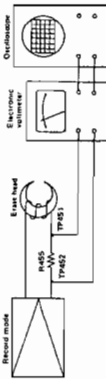

Figure 15-2
1. Make connection of instruments as shown in Fig. 15-2.
- Die Instrumente gemäß Abbildung 15-2 anschließen.
- Comme le montre la Figure 15-2, effectuer le raccordement des instruments.